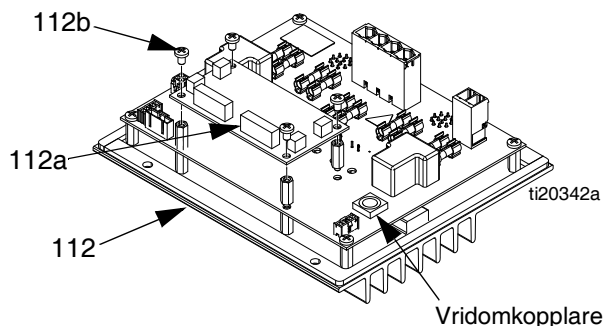

FIG. 46
1. Vrid brytaren på MZLP till "1" på MZLP med dotterkort. Vrid brytaren på MZLP till "2" eller "3" på MZLP utan dotterkort, beroende på plats. Se FIG. 46 för placeringen på rotationsbrytaren.